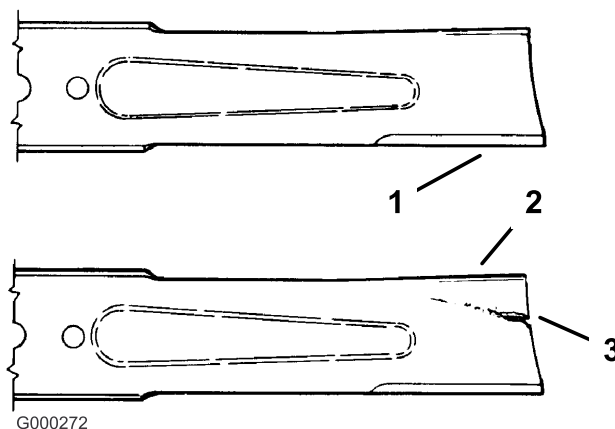

Figure 80
1. Examinez le tranchant des lames (Figure 80). Si les lames ne sont pas tranchantes ou si elles présentent des indentations, déposez-les et aiguiser-les (voir Aiguisage des lames).
2. Inspectez les lames, surtout la partie incurvée (Figure 80). Remplacez immédiatement toute lame endommagée, usée ou qui présente une entaille (Figure 80).